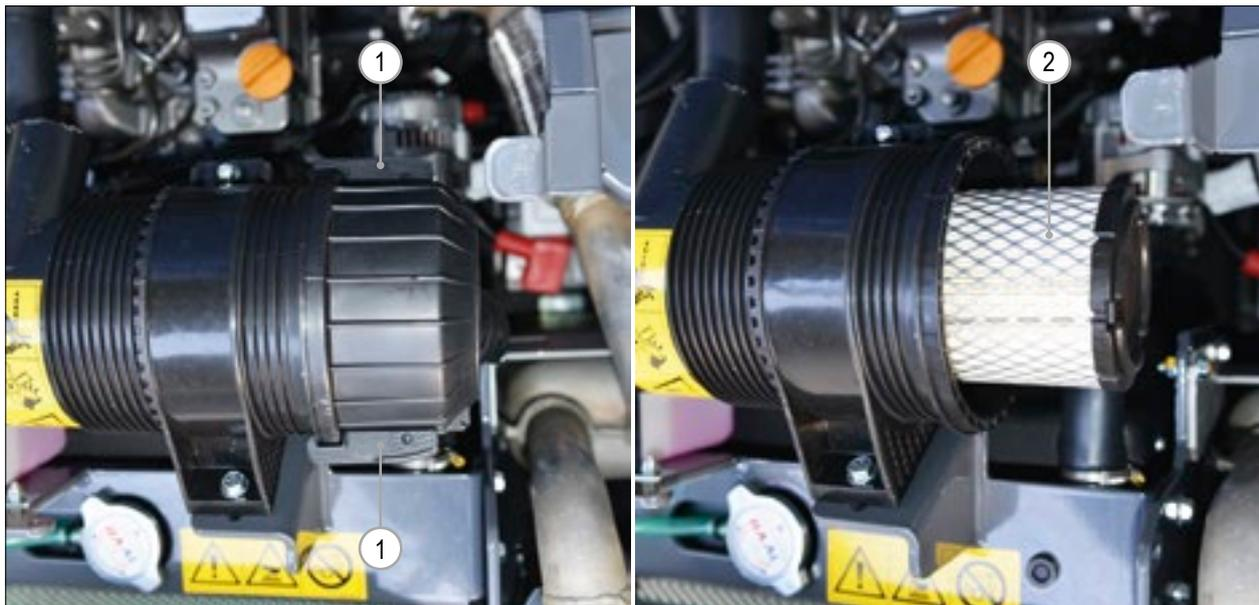

РИС. 62
- 5) Отцепите фиксаторы и снимите крышку (РИС. 62 – Сс. 1).
- 6) Проверьте воздушный фильтр (РИС. 62 – Сс. 2), для очистки продуйте фильтр воздухом с низким давлением или замените новым фильтром.